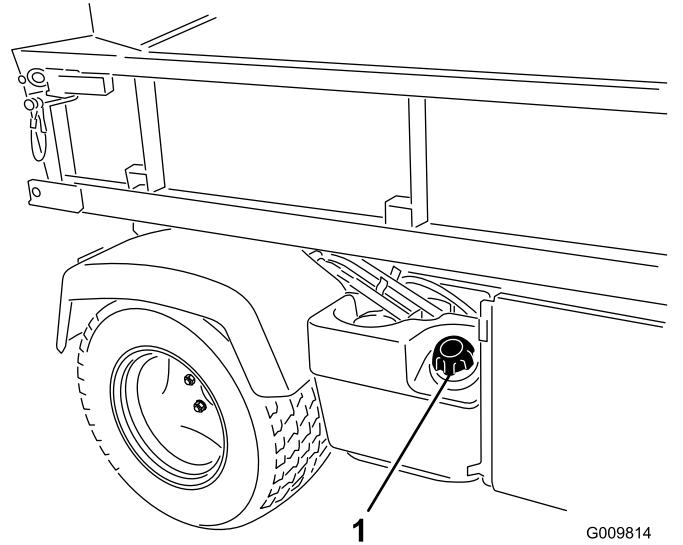

Figura 20
2. Retire el tapón del depósito de combustible (Figura 20).